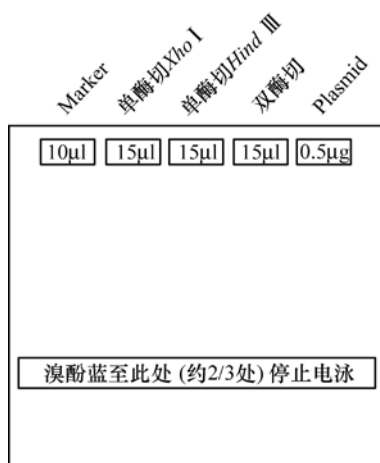

图 2 电泳点样顺序示意图
4. 点样，按照图 2 进行点样，点样时先挤出少量样品观察样品是否留在点样孔中，如果发现样品下沉后迅速消失掉，说明点样孔破裂，需重新制备胶块，或者挑选没有破裂的点样孔点样。